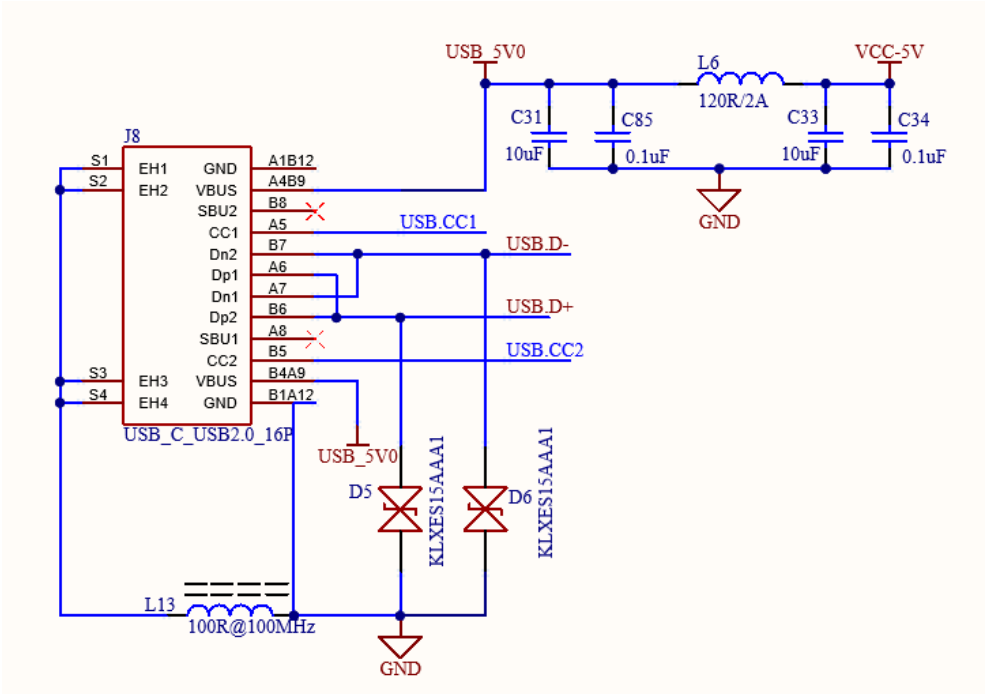

图 4 需抄画的原理图
- 3、在原理图设计参考文件第三页 (03-POWER) 图页中，依据图 4 抄画电路图（允许重复使用本图页内的已有器件），为元件添加正确的属性值，并正确配置元件位号。